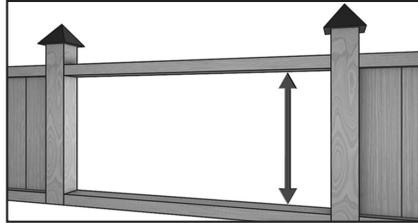
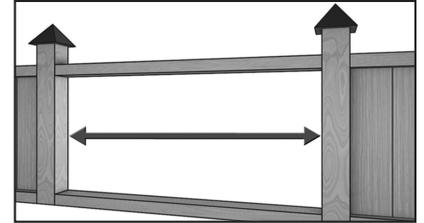
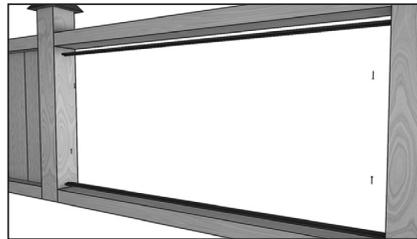
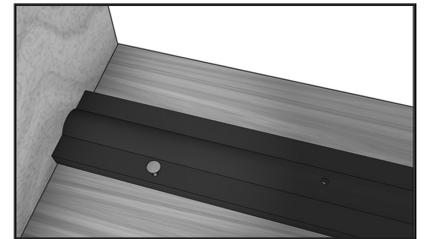

Figure 1
Figure 2
Figure 3
Figure 3A
**STEP 1** Determine if you wish to install your **FLEX·fence®** as either vertical (*Figure 1*) or horizontal (*Figure 2*) panels.
**ÉTAPE 1** Déterminer si on souhaite installer le système **FLEX·fenceMD** à la verticale (*Figure 1*) ou à l'horizontale (*Figure 2*).
**STEP 2** Fit rails onto top and bottom (*Figure 1*) crossbar or fence post (*Figure 2*). Using a marking instrument denote rail placement ensuring that they are well centered and the pre-punched swivel holes are directly opposite to one another (*Figure 3*).
**ÉTAPE 2** Fixer les rails sur les barres transversales du haut et du bas (*Figure 1*) ou sur les poteaux de clôture (*Figure 2*). Marquer l'emplacement des rails en s'assurant de bien les centrer\* (*Figure 3A*) et de placer les trous directement l'un en face de l'autre (*Figure 3*).\*
**NOTE:** You may wish to use our location holes for position purposes during the installation (figures 3 & 3A).
**REMARQUE :** on peut utiliser les trous de positionnement comme guides durant l'installation (figures 3 et 3A).